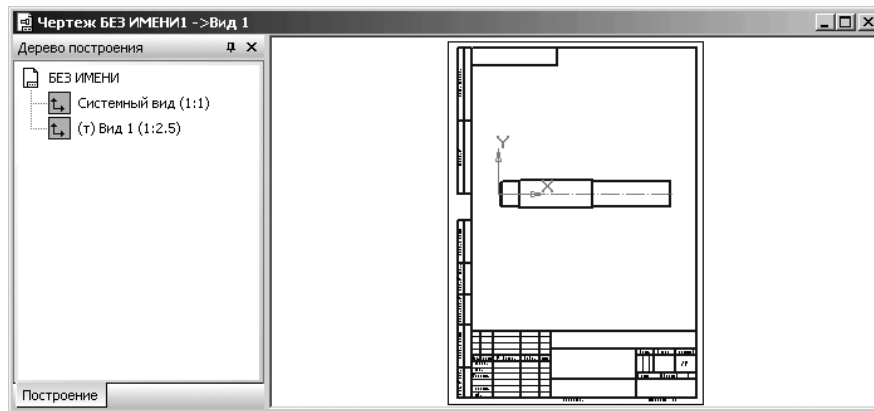

Рис. 4.124. Результат создания нового вида чертежа вала под номером 1 в масштабе 1 : 2.5
- щелкните в главном меню по пункту **Вид**, а затем в выпадающем меню по пункту **Дерево построения** или щелкните в поле чертежа правой кнопкой мыши, а затем в появившемся контекстном меню по пункту **Дерево построения**. В левой части окна чертежа появится **Дерево построения** (рис. 4.124).